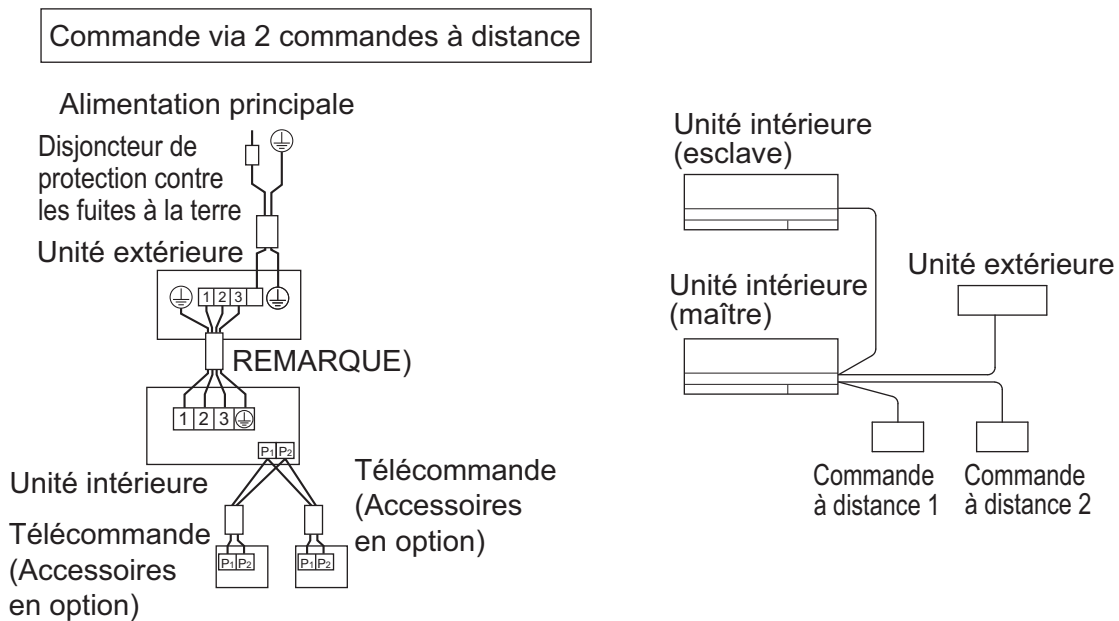

Fig. 29
- (1) Retirez le couvercle de la boîte de commande. (Voir "5. INSTALLATION DE L'UNITÉ INTÉRIEURE".)
- (2) Établissez un croisement entre les bornes (P1, P2) du boîtier de commande pour la télécommande. (Il n'y a pas de polarité.) **(Reportez-vous à la Fig. 29)**